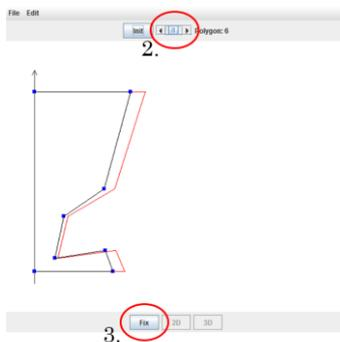

Fig.2 入力線の修正と天頂面・底面の角数の定め方
- 2 入力した線を折りたたみができるように修正を行う [Fig.2]
- 3 天頂面・底面の正多角形の角数を定める [Fig.2]